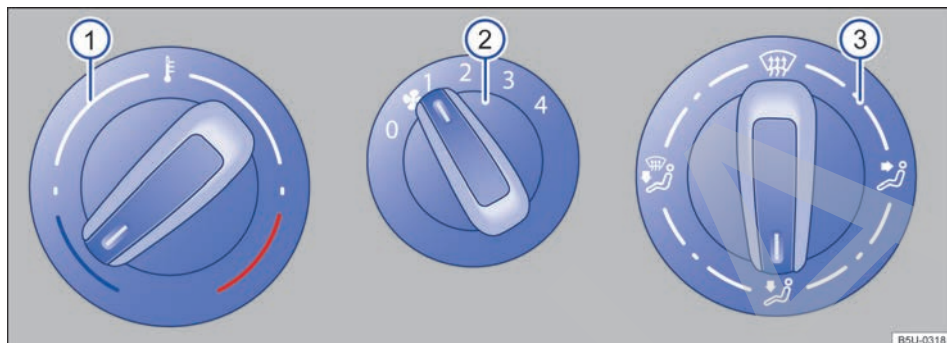
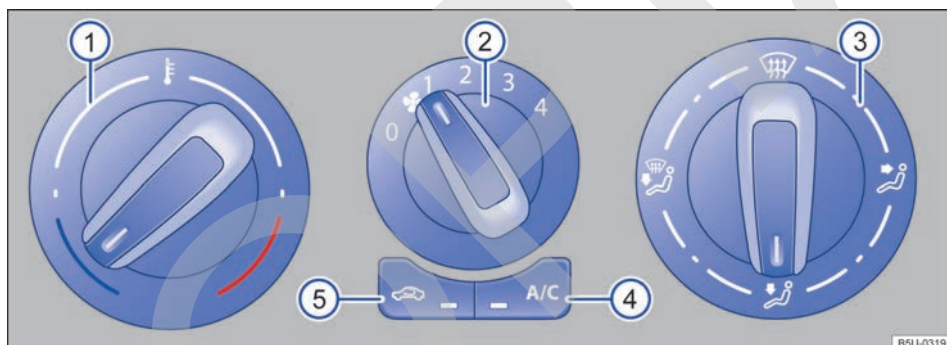

Fig. 114 Comandos del sistema de ventilación y calefacción.
Fig. 115 Comandos del aire acondicionado.
**Comandos** Información complementaria del sistema de calefacción y ventilación → fig. 114 y aire acondicionado → fig. 115.
Comandos	Información complementaria del sistema de calefacción y ventilación → fig. 114 y aire acondicionado → fig. 115.
- En vehículos con sistema de calefacción, girar el regulador de temperatura → fig. 114 totalmente hacia la derecha, a la posición máxima de calefacción.
- Girar el botón de distribución de aire → fig. 115 ③ a la posición , en esta posición el modo de recirculación de aire se apaga automáticamente.
- Girar el botón del ventilador ② al nivel 3 o 4.
- Girar el regulador de temperatura ① a la posición deseada.